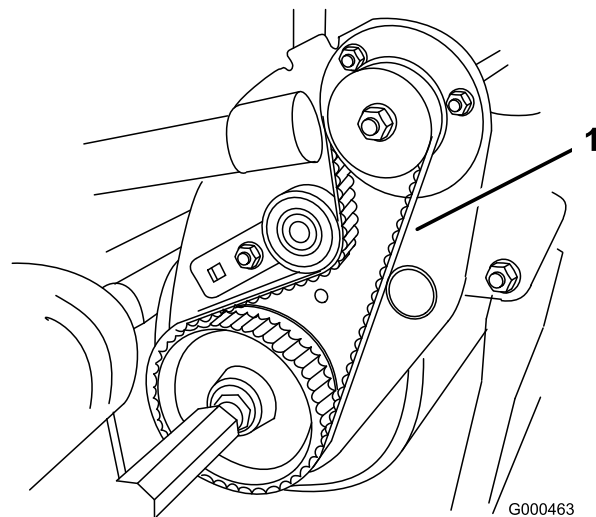

Figure 39
2. Contrôlez la tension de la courroie en exerçant une force de $2 \pm 0,5$ kg à mi-distance entre les poulies (Figure 39). La courroie doit présenter une flèche de 6,4 mm. Si ce n'est pas le cas, passez au point suivant.